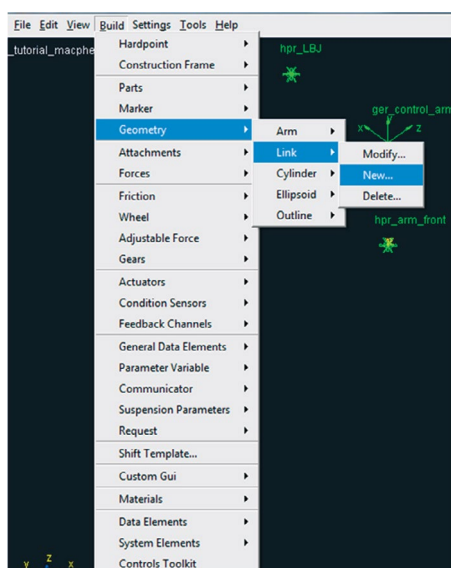

Figura 4.18 – Criação do primeiro *Link* da bandeja da suspensão.
- Para construção do primeiro *Link*, o qual será formado pelos *Hardpoints* *hpl_arm_front* e *hpl_LBJ*, acesse o menu *Build Geometry Link New* como mostrado na Figura 4.18.